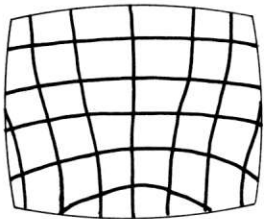

Fig. 21
- 6°) Chercher à placer sur les axes de symétrie de l'écran, les barres centrales verticales et horizontales de l'image, en agissant sur le positionnement (vers le haut ou vers le bas) (actions fig. 21, 22, exemple de bon réglage, fig. 23).